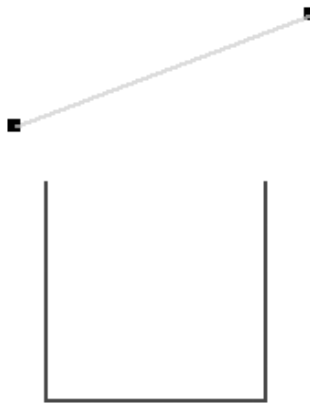

Рис. 2.30. Выделение отрезка
3. Представьте, что вам нужно разместить отрезок так, чтобы на чертеже получился правильный квадрат. Выделите отрезок, один раз щелкнув на нем кнопкой мыши. Отрезок подсветится зеленым цветом, а на его концах появятся характерные точки (рис. 2.30). У отрезка только две характерные точки – начальная и конечная.